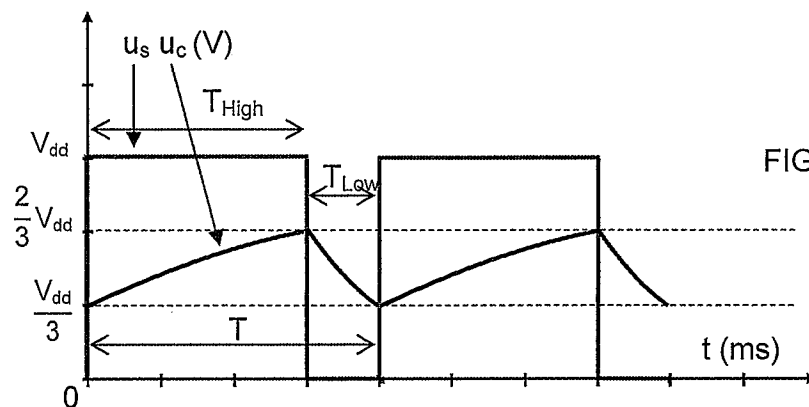

FIGURE 2
A.1.3 Le constructeur donne les chronogrammes de u_s et u_c représentés figure 2 et les expressions des durées sont les suivantes :